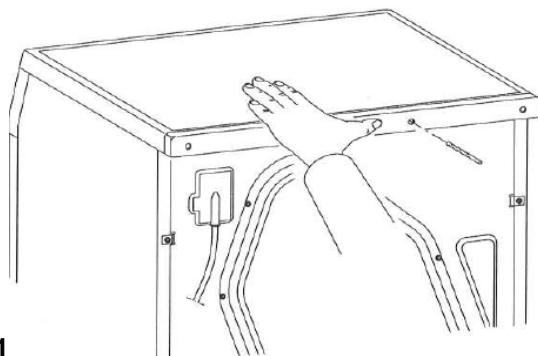

図1
- ① スペーサーを機器天板の背面に当て、押さえます。(下図1参照)
- ② ドリルビット 4.5mm を、スペーサーのそれぞれの4つの穴から機器の天板に押し当てねじこむ穴の位置を印つけてください。(下図1参照)